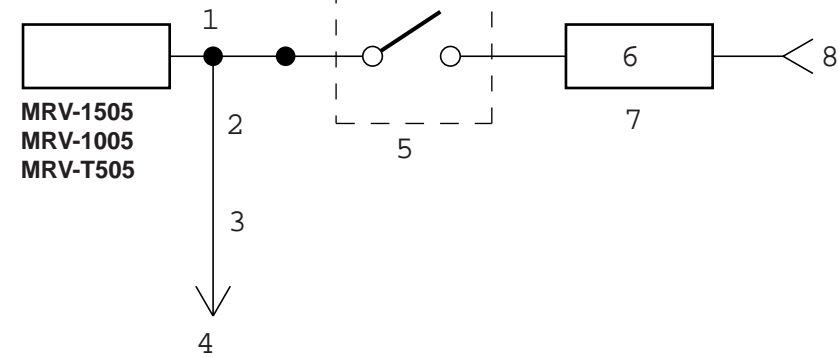

Fig. 3
**Please check your head unit for the conditions listed below: (Fig. 3)**
**Prière de vérifier les points énumérés ci-dessous concernant l'unité principale: (Fig. 3)**
**Por favor compruebe el estado de su unidad principal según las condiciones listadas a continuación: (Fig. 3)**